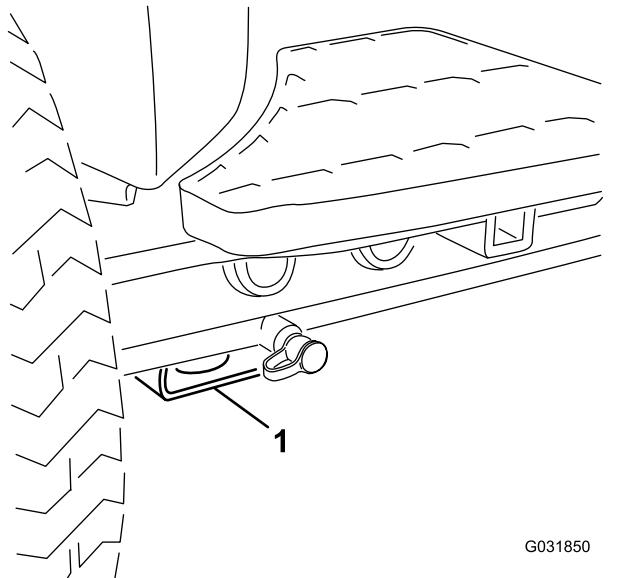

Figura 45
- **Parte delantera de la máquina** – bloque rectangular, debajo del tubo del eje, al interior de cada rueda delantera (Figura 45).